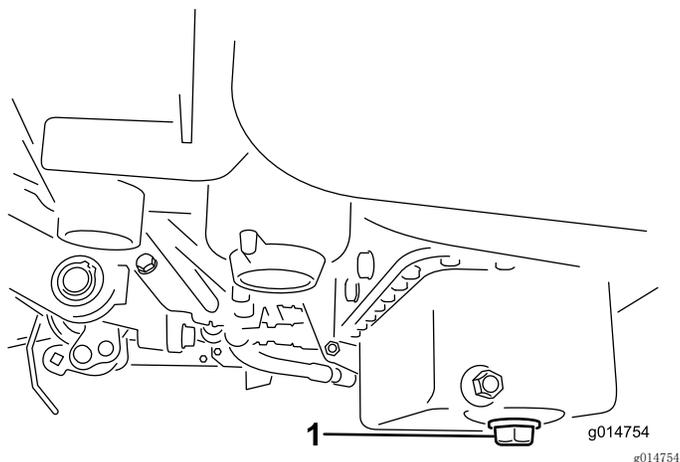

图30
1. 拆下排油塞、让油流入放油盘。油不再流时、安装排油塞（图30）。